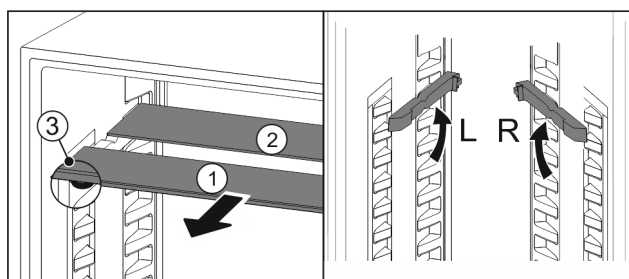

Fig. 82
- ▶ Izvucite Fig. 82 (1) staklene ploče jednu po jednu prema naprijed.
- ▶ Staklena ploča Fig. 82 (1) s ukrasnom letvicom nalazi se sprijeda.
- ▶ Zaustavljači Fig. 82 (3) su usmjereni prema dolje.